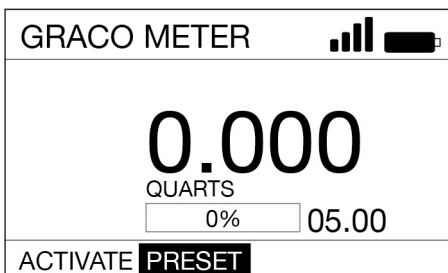

Fig. 32
3. Use a SETA DIREITA para destacar PRESET (H) na tela. Pressione o botão central ENTER para selecionar PRESET (Fig. 32).